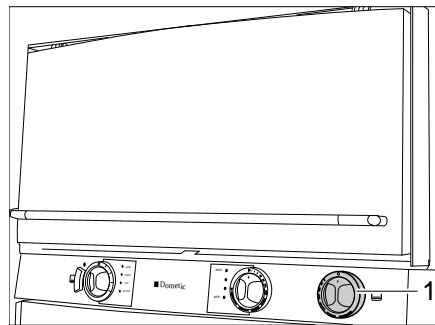

Bild 192 Gasbackofen (Dometic)
- Den Drehregler (Bild 192,1) leicht drücken und nach links auf eine beliebige Position drehen.
- Den Drehregler (Bild 192,1) auf "O" drehen. Die Flamme erlischt.